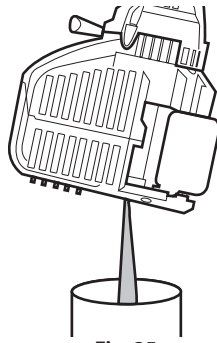

Fig. 25
- Si le niveau d'huile est trop élevé, renversez l'appareil et vidangez l'excès d'huile dans un récipient approprié (Fig. 25).
3. Faites basculer l'appareil verticalement pour déverser l'huile de l'orifice de remplissage dans un récipient (Fig. 25). Prévoyez suffisamment de temps pour une vidange complète.